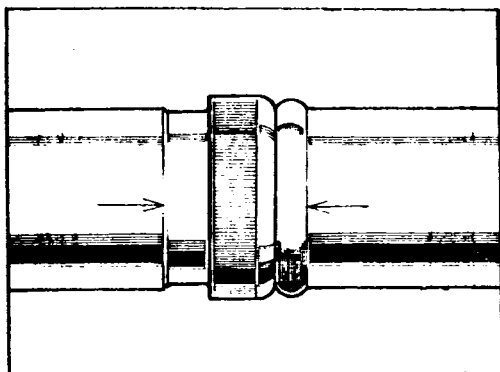

Fig. D-15 Alineación de las marcas de referencia entre el manguito y el árbol
- 3.5. Se cubrirán con grasa abundante las ranuras del árbol y manguito, y se montará el árbol, comprobando la alineación de las flechas de referencia (Fig. D-15).